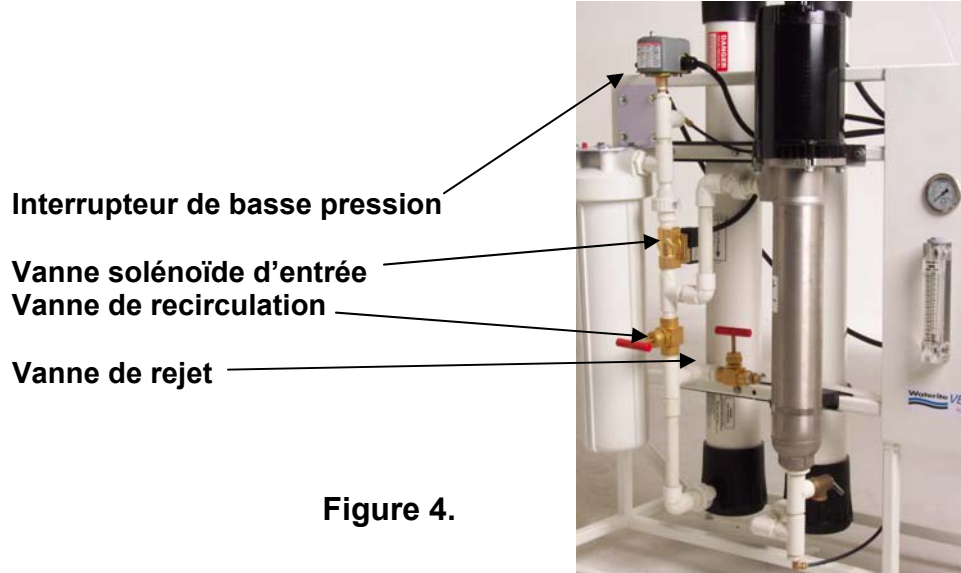

Figure 4.
1. Ouvrir la vanne d'alimentation et vérifier s'il n'y a pas de fuite. Réparer les fuites avant de continuer s'il y a lieu. L'eau remplira les boîtiers de filtration et s'arrêtera à la vanne solénoïde (voir Figure 4) jusqu'à ce que le système démarre. La pression disponible dans la conduite d'alimentation est maintenant affichée sur le manomètre de l'alimentation.